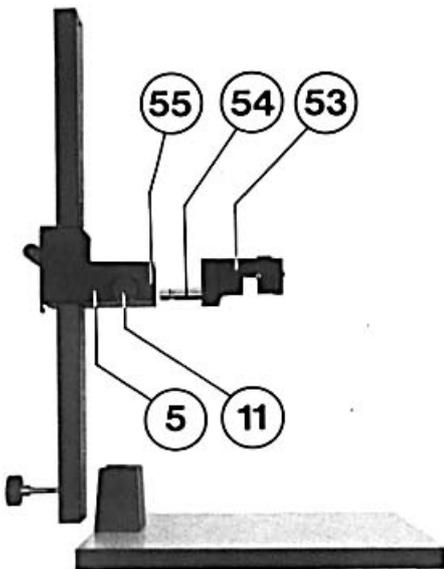

Bild 27
Der Gerätekopf wird gegen das Repro-Zwischenstück (53) ausgetauscht (Bild 27). Lösen Sie dazu die Feststellschraube (11) und nehmen Sie den Gerätekopf nach vorne heraus.